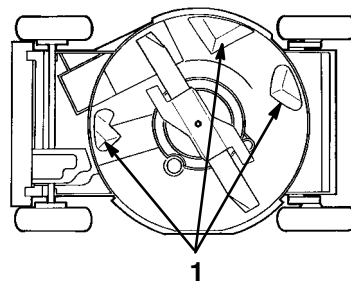

Figure 20
Pour obtenir des résultats optimaux, le dessous du carter de tondeuse doit rester propre. Veillez particulièrement à débarrasser les déflecteurs de tout débris (Fig. 20).
3. Basculez la tondeuse sur le côté gauche (filtre à air vers le haut) (Fig. 20).